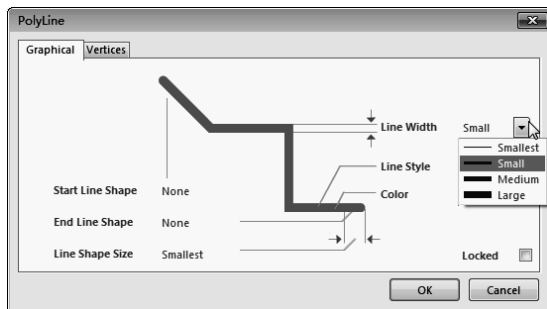

图 4-2-6 Line Width 属性
④ Line Width 属性。如图 4-2-6 所示，单击 Line Width 属性旁的下拉菜单按钮，弹出直线宽度设置的下拉菜单。